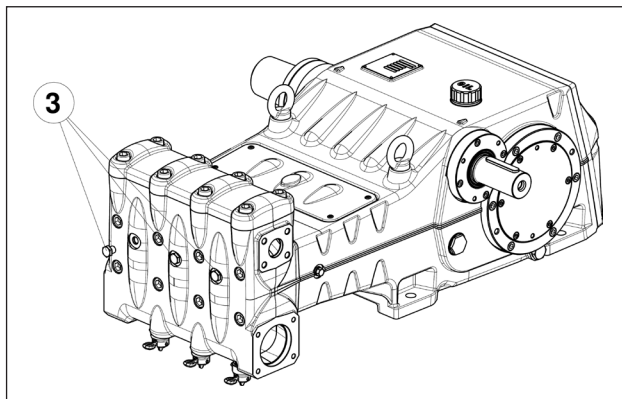

Fig. 11
En caso de anomalías de cebado por alimentación insuficiente, es posible desmontar los tres tapones frontales del cabezal (excepto en la versión LK36) como se indica en la pos. ③ Fig. 11.